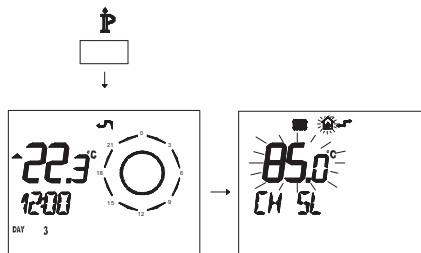

Рисунок 5.32
Графики зависимости температуры от изменений, внесенных посредством кнопок 13 и 14, при коэффициенте **К 1,5**, представляет Рисунок 5.32.
- Нажмите и удерживайте 3 секунды кнопку , чтобы войти в режим **INFO** (Рисунок 5.32).